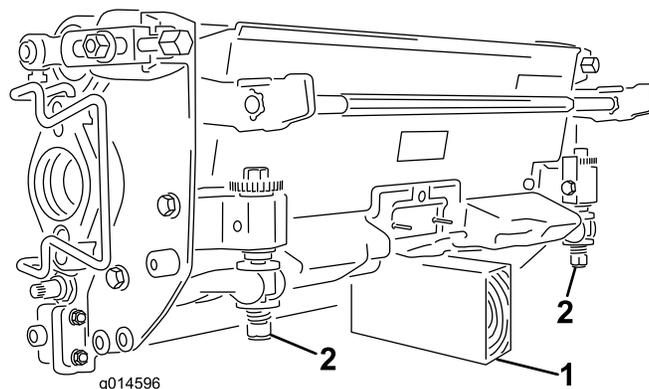

Figure 48
**Important:** Chaque fois que vous devez basculer l'unité de coupe, soutenez-la à l'arrière pour empêcher les écrous situés sur les vis de réglage de la barre d'appui de reposer sur la surface de travail (Figure 48).